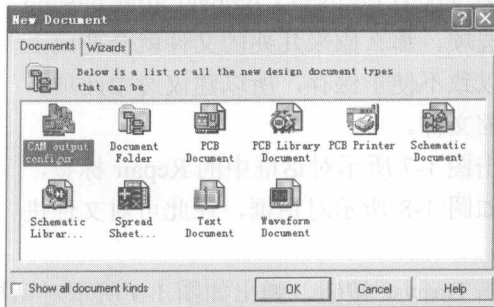

图 1-12 建立新文档对话框
(1) New: 新建一个空白文件, 文件的类型可以是原理图 Sch 文件、印制电路板 PCB 文件、原理图元器件库编辑文件 Schlib、印制电路元器件库编辑文件 PCBlb、文本文件以及其他的文件等。选择此命令, 将会显示建立新文档对话框, 如图 1-12 所示。用户可以选择所需建立的文档类型, 然后单击 OK 按钮即可。